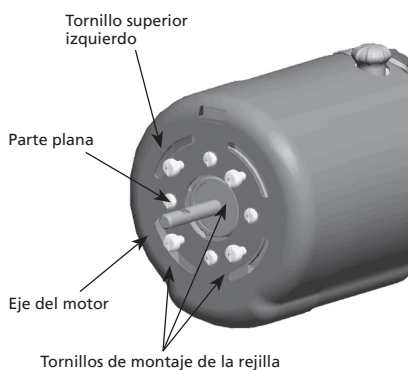

FIGURA 7
18. Retire el tornillo de montaje superior izquierdo de la parte delantera del motor. Vea la Figura 7.